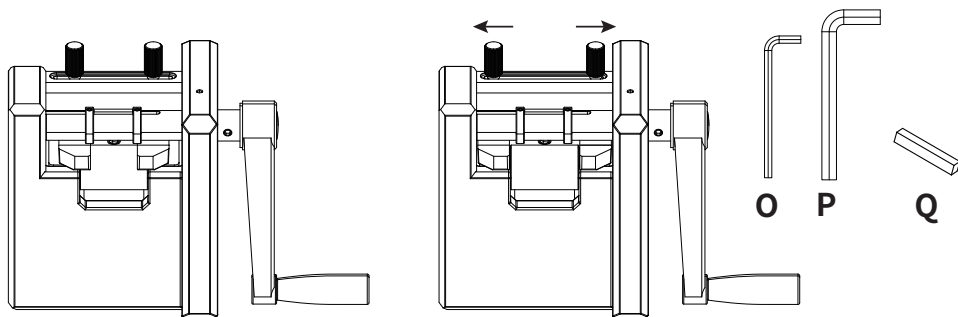

図5
- 1.図5に示すように、ベルト幅調整ナットを緩め、ベルト幅調整ナットを最大幅に設定します。